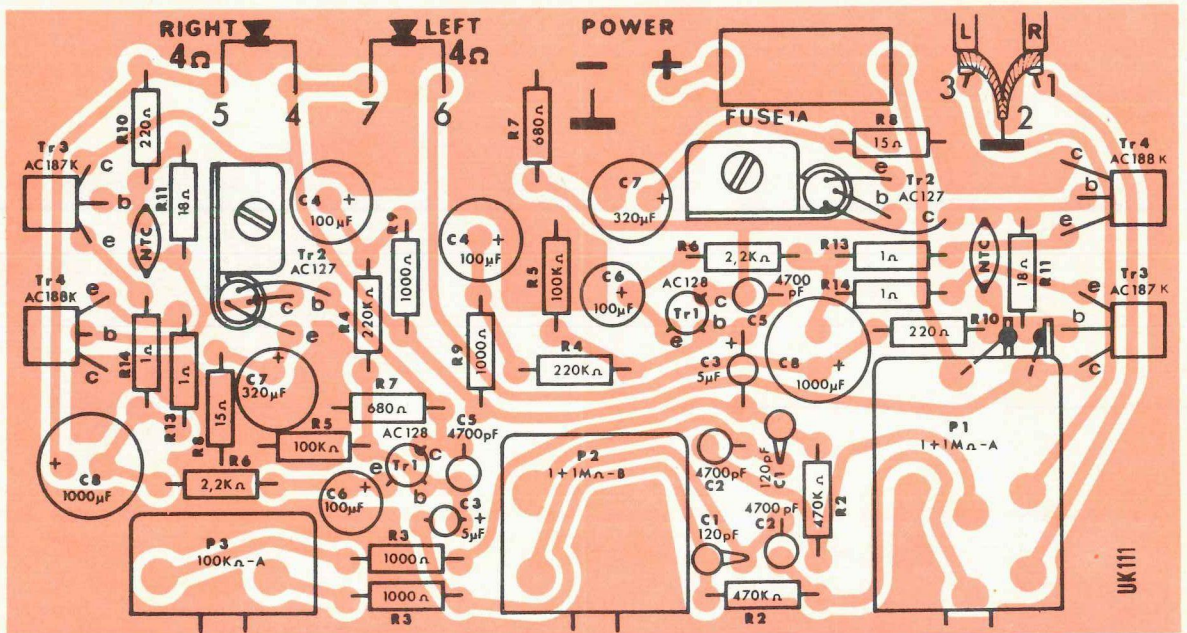

Fig. 2
Per facilitare il compito di montaggio pubblichiamo la fig. 2 dove si può osservare la disposizione dei componenti sulla piastra a circuito stampato. I vari
□ Montare i transistori TR1 - AC 128 disponendoli con i terminali e - b - c nel modo esatto di fig. 2.
□ Prima di montare i transistori TR2 - AC 127 è opportuno inserirli negli appositi dissipatori di calore e quindi fissarli al circuito stampato con relative viti, come si può notare dalla fig. 2 e dalla vista fotografica dell'intero montaggio; disporre i terminali e - b - c secondo la fig. 2.
□ Inserire i terminali e - b - c secondo la disposizione di fig. 2.
□ Disporre il corpo dei transistori sul telaio, quindi applicare verso l'interno il dissipatore termico (11) e fissarlo al telaio tramite le due viti (12).
□ Controllare attentamente se l'inserimento dei componenti sia stato fatto secondo le disposizioni di fig. 2 e di fig. 3.